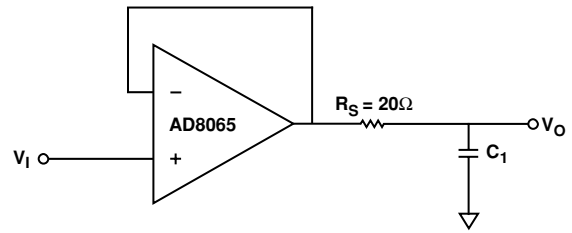

図7. 出力絶縁抵抗
- 1) 図7に示すように、小さな値の抵抗 ( $R_S$ ) を出力に直列に配置し、負荷コンデンサをアンプの出力段から絶縁します。抵抗値としては、 $20\Omega$ が適切です (TPC7を参照)。